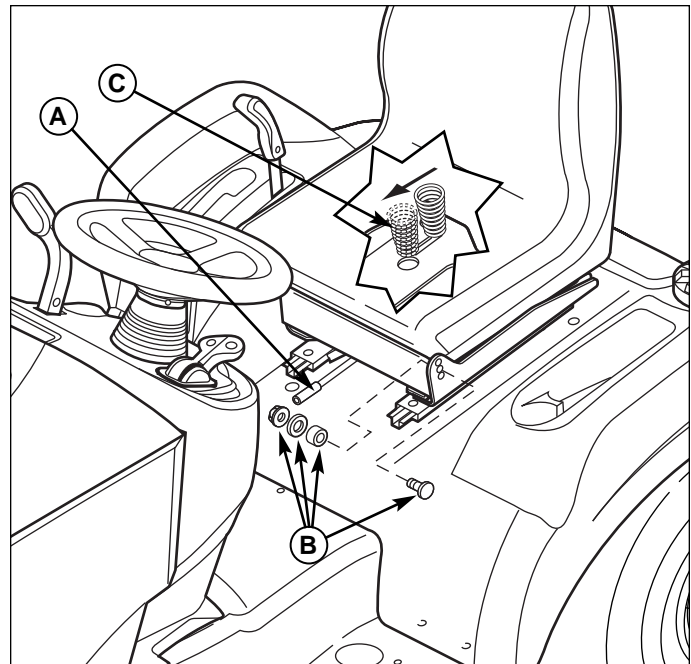

Abb. 30. Sitzeinstellung
Die Neigung des Sitzes kann auf drei verschiedene Positionen eingestellt werden. Um die Einstellung vorzunehmen, entfernen Sie die Schlossschrauben, Abstandsstücke, Unterlegscheiben und Muttern (B, Abb. 30) vom Gelenk und bringen Sie sie in der gewünschten Position wieder an.
Der Sitz kann vorwärts und rückwärts verstellt werden. Hebel (A, Abb. 30) bewegen, Sitz in die gewünschte Position bringen und Hebel loslassen. Der Sitz arretiert in der gewünschten Position.
Die Sitzfedern (C, Abb. 30) können fester oder weicher eingestellt werden. Kippen Sie den Sitz nach vorne und schieben Sie den Federnbausatz (C) nach vorne, um ein weicheres Fahrverhalten zu erreichen, und nach hinten, um ein festeres Fahrverhalten zu erreichen.